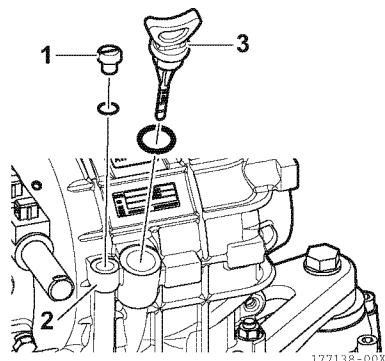
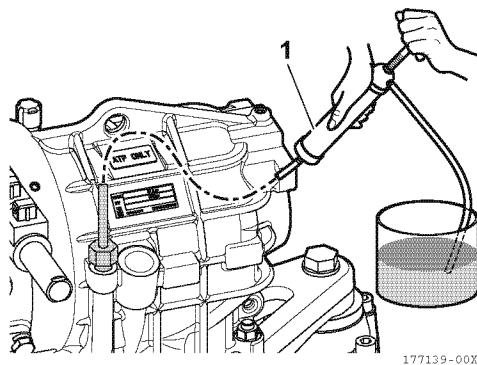

Figure 9
Figure 10
1. Le changement d'huile doit être effectué en retirant le bouchon (1, **Figure 9**) du tuyau d'aspiration d'huile (2, **Figure 9**). L'aspiration peut être effectuée à l'aide d'une pompe manuelle (1, **Figure 10**).
2. Enfoncez le tuyau de la pompe manuelle (1, **Figure 10**) à travers le tuyau d'aspiration (2, **Figure 9**) et aspirez le liquide.
3. Dévissez la jauge d'huile (3, **Figure 9**).
5. Vissez la jauge d'huile (3, **Figure 9**).